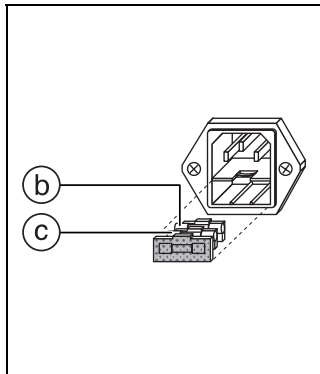

Fig. 5.2
- Remplacer le fusible défectueux (b) par le fusible de réserve (c) dont on aura préalablement vérifié l'ampérage (fig. 5.2).
- Reemplazar el fusible dañado (b) con uno nuevo y observar que tenga las características correctas, reemplazar el fusible (c) (Fig. 5.2).